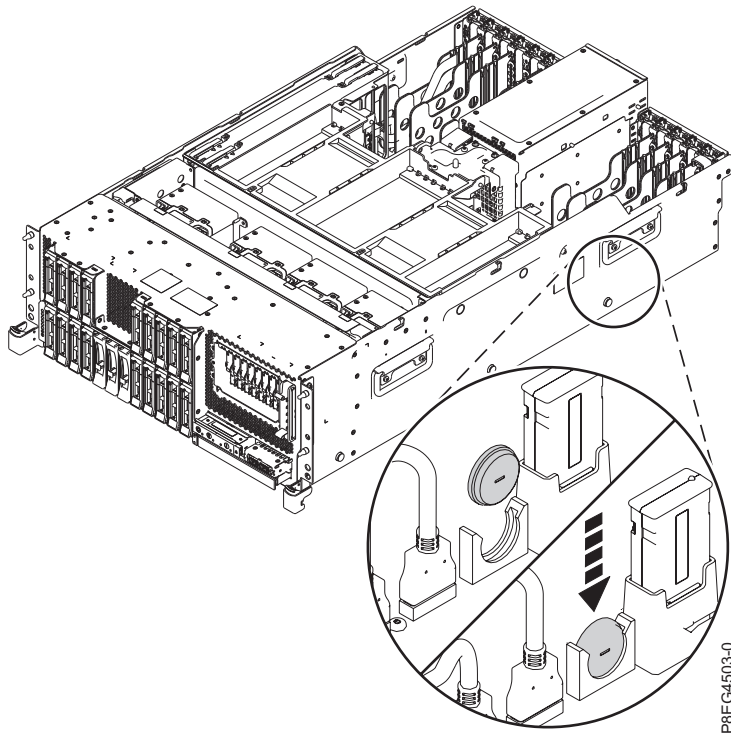

Figura 2. Insertar la batería de hora del día
2. Inserte la batería de hora del día en la ranura de la placa posterior del sistema, como se muestra en la Figura 2 en la página 6. Inserte la batería con la polaridad correcta tal y como se ha anotado durante la extracción de la batería.